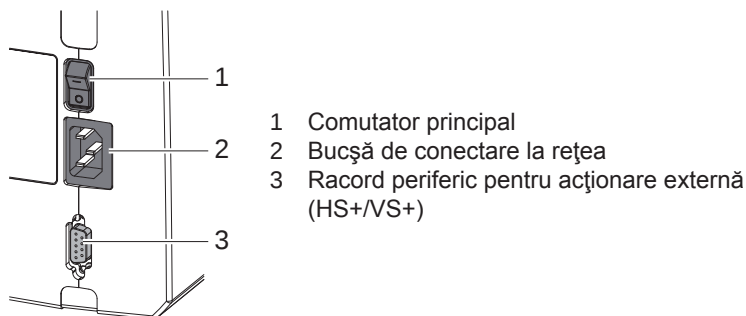

Fig. 3 Porturi
2. Conectați dispozitivul de acționare externă la o bucsă SUB-D cu 9 poli a racordului periferic (3 / Fig. 3).
- ▶ Porniți aparatul acționând întrerupătorul de rețea (1/Fig. 3).
► Porniți aparatul acționând întrerupătorul de rețea (1/Fig. 3).